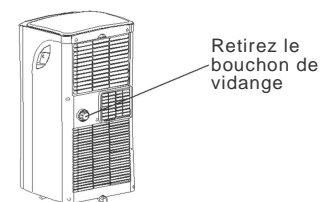
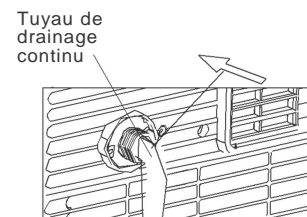

Fig. 21
Fig. 22
- Pendant le mode de déshumidification, retirez le bouchon de vidange à l'arrière de l'unité, installez le raccord d'évacuation. Pour les modèles sans connecteur de vidange, il suffit de connecter le tuyau de vidange au le trou. Placez l'extrémité ouverte du tuyau directement sur la zone de drainage au niveau du sol. Référez-vous à Fig.21 et Fig.22. Assurez-vous que la connexion du tuyau de vidange et le trou de l'unité soient serrés pour éviter une éventuelle fuite d'eau.